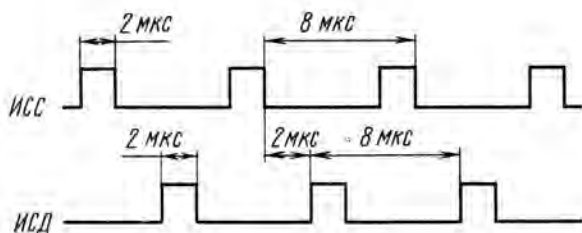

Рис. 8
- DD7, DD8, DD14.4, DD15.1, DD15.2 — формирователь последовательностей импульсов селекции синхробитов ИСС и импульсов селекции битов данных ИСД (выделяет из сигналов считывания информационные биты, также см. рис. 8);
Низким уровнем PC0 на элементе DD13.4 блокируется канал считывания информации с НГМД RD DATA. Логический ноль, поступающий на входы S триггера DD11.1 после инвертирования элементом DD14.1 сигнала блокировки, устанавливает логическую единицу на выводе 5 триггера DD11.1. Через инвертор DD14.3 на входы сброса счетчиков DD7 и DD8 поступает сигнал низкого уровня, что обеспечивает их непрерывную работу. Сигналы, снимаемые с 8 и 9 выводов счетчика DD8, на элементах DD14.4, DD15.1, DD15.2 формируют соответственно последовательности ИСС и ИСД. Импульс ИСД после инвертирования элементом DD14.6 поступает на тактовый вход регистра DD2. При поступлении тактового импульса происходит сдвиг вправо параллельного кода, записанного в регистр, и на выводе 20 появляется очередная бит этого кода. Сигналы записи формируются элементами DD13.1, DD13.2 и DD13.3. В момент действия высокого уровня ИСД на выводе 2 DD13.1 присутствует записываемый бит. Через элементы DD13.1 и DD13.2 бит поступает на вход буферного усилителя DD6, а затем и на линию сигнала записи НГМД (WR DATA). Согласно временной диаграмме, приведенной на рис. 8, сигнал ИСС находится в это время в состоянии логического нуля. Поэтому прохождение сигналов через элемент DD13.3 запрещено. После того, как сигнал ИСД перейдет в состояние логического нуля, прохождение информационного бита на запись через элемент DD13.1 станет невозможно. При активном уровне ИСС через открытые элементы DD13.3, DD13.2 и буфер DD6 на линию WR DATA поступит логическая единица, сформированная на выводе 12 дешифратора DD10. Таким образом, в момент действия ИСД на линию записи НГМД будут поступать информационные биты, а в момент действия ИСС — единичные синхробиты. Подсчет количества записанных бит ведет счетчик DD9. После прохождения восьмого импульса ИСД его выводы перейдут в нулевое состояние, что вызовет установку триггера готовности: на выводе 9 DD12.2 появится логическая единица. Состояние триггера готовности программно опрашивается ДОС по линии PB7. При обнаружении единицы в этом разряде ПЗВМ запишет новый байт в порт А DD1 (адрес F000H), при этом на элементах DD15.4, DD16.4, DD16.1, DD16.2 сформируется сигнал сброса триггера готовности.